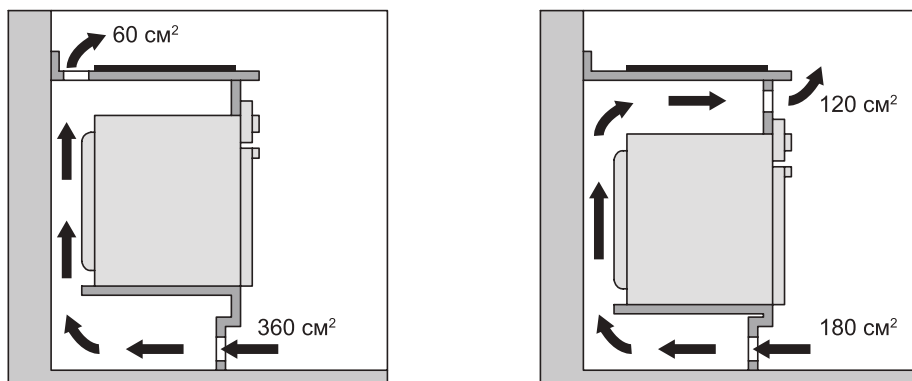

Рис. 5
12. При установке варочной поверхности над встроенной духовкой, не оборудованной системой принудительной вентиляции, убедитесь в наличии отверстий для притока и оттока воздуха в соответствующей внутренней части корпуса кухонной мебели (Рис. 5).